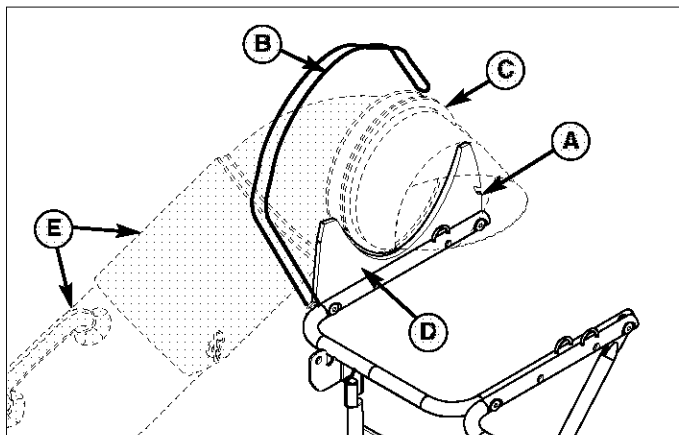

**Figura 8. Instalación del Tubo Inferior**
1. Levante el deflector de descarga (D, Figura 8).
2. Inserte el vástago del conducto inferior (A) en la placa de montaje (B).
3. Jale la correa de caucho (C) y fíjela colocando el orificio más cercano al pomo en la correa completamente sobre la contratuerca estrellada (E).